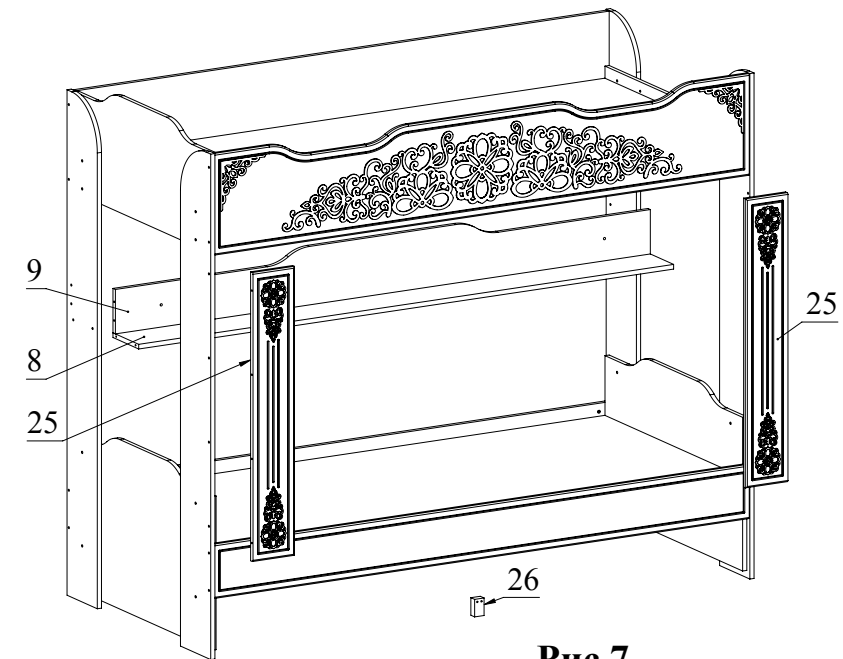
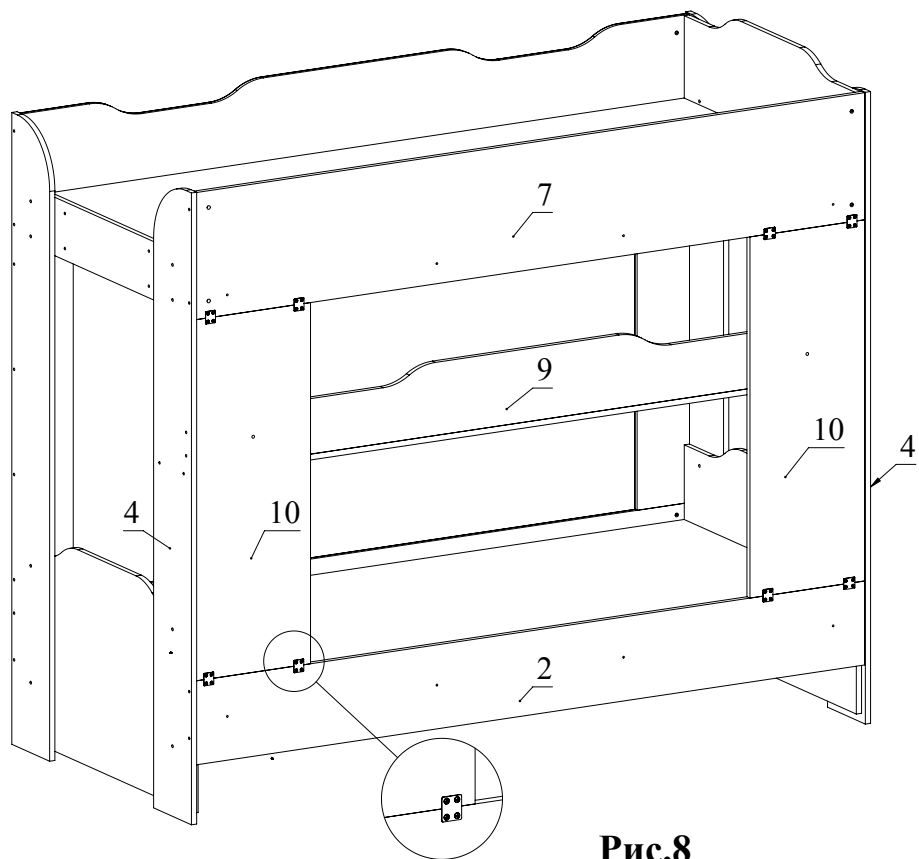

Рис.7
Рис.8
8. Соединить при помощи конфирматов 7x50 деталь 8 с деталью 9. Установить полученную сборку между деталями 4 и зафиксировать при помощи конфирматов (Рис. 7).
9. Установить детали 10 на деталь 9 и зафиксировать при помощи стяжек винтовых М6. Соединить при помощи конфирматов 7x50 детали 25 с деталями 3 (Рис. 7). Укрепить данную конструкцию при помощи соединительных планок с шурупами 3,5x16 (Рис. 8). Таким же образом использовать соединительные планки с шурупами 3,5x16 для закрепления деталей 25 с деталями 22 и 24 (с внутренней стороны кровати).